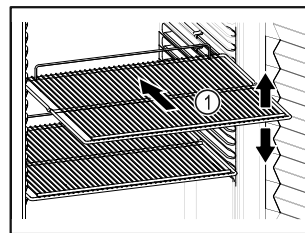

Fig. 63 Vejledende illustration
- Tilpas højden, når bæreristene Fig. 63 (1) kan flyttes.